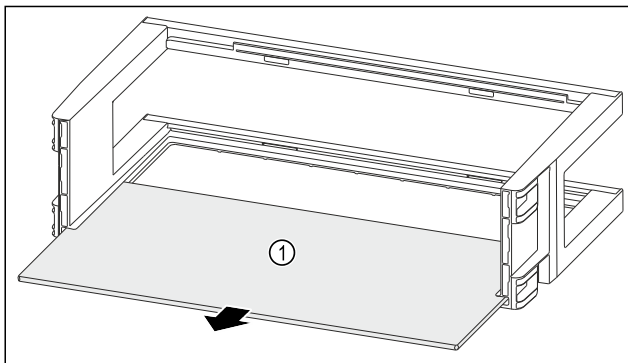

Fig. 112
- Draagplateau Fig. 112 (1) verwijderen.